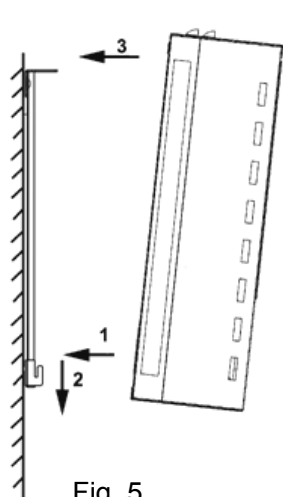

Fig. 5
- Accrochez le radiateur sur les crochets du bas puis poussez le radiateur dans l'équerre de nur. Fixez en utilisant les vis 2pcs M5×8. (Fig. 5) (Les vis enleves en step 1)